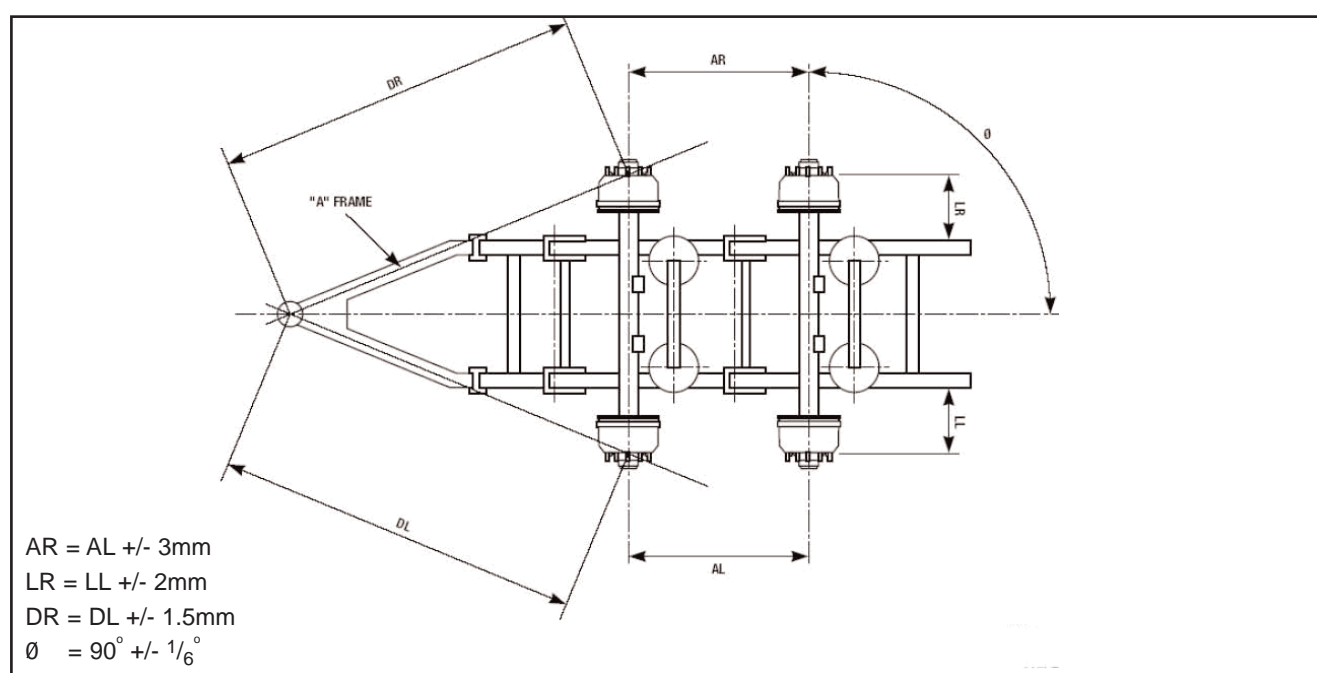

Fig 5.2
2. Mesurer entre le pivot d'attelage et chaque extrémité du premier essieu (mesure DR et DL). Pour obtenir un alignement correct, réglages (figures 5.2, 5.3 et 5.4).
NOTE : Pour que l'alignement soit correct, les dimensions DR et DL doivent être à +/- 3 mm aux deux extrémités de l'essieu. (figures 5.2, 5.3 et 5.4).
2. Pour que l'alignement soit correct, les dimensions doivent être à +/- 3 mm aux deux extrémités de l'essieu (figures 5.2, 5.3 et 5.4).
NOTE : Aligner l'essieu de sorte que la mesure AR soit égale à la mesure AL avec +/- 3 mm. (figures 5.2, 5.3 et 5.4).
NOTE : * Ne pas serrer les écrous de pivot ou d'amortisseur au couple final avant que l'essieu ne soit aligné et que la remorque ne soit à la hauteur opérationnelle de suspension avec les roues montées. Voir Alignement de l'essieu - Section 5 (figures 5.2, 5.3 & 5.4) et Ajustement de la hauteur de suspension - Section 2.